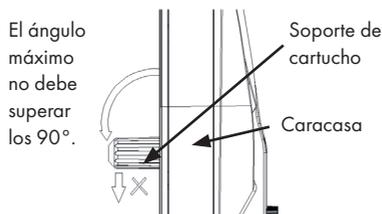
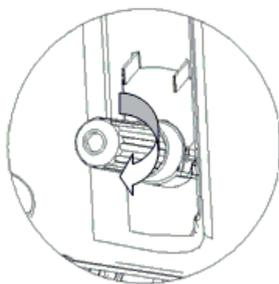

Figura 10
Figura 12
- Asegúrese de que el regulador de presión situado en la parte superior de la tapa esté en la posición „-“. Gire el soporte del cartucho en un ángulo apropiado desde la cubierta superior hacia afuera. El ángulo debe ser de 90 grados como máximo. Afloje el soporte del cartucho de CO2 (vea la Figura 10). Inserte un cartucho de CO2 en el soporte y apriete el cartucho rápida y suavemente (en el sentido de las agujas del reloj, suelto en el sentido contrario) hasta que oiga un clic (Figura 12), indicando que la tapa ha sido perforada y que el dióxido de carbono está fluyendo libremente en el barril. La válvula de presión de gas se gira hacia arriba y se bloquea en su lugar en la cubierta superior. Cuando reemplace el cartucho de gas, proceda en orden inverso (asegúrese de que el cartucho de gas esté vacío cuando lo reemplace).